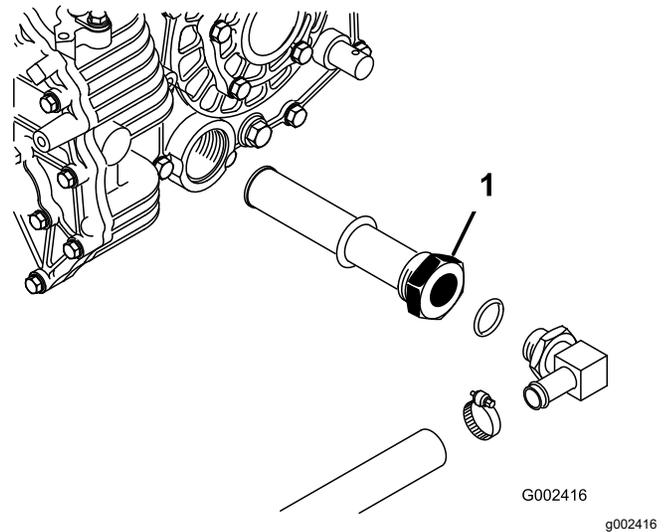

Рисунок 70
5. Отметьте ориентацию гидравлического шланга и прямоугольного штуцера, подсоединенного к сетчатому фильтру на боковой стороне резервуара (Рисунок 70).